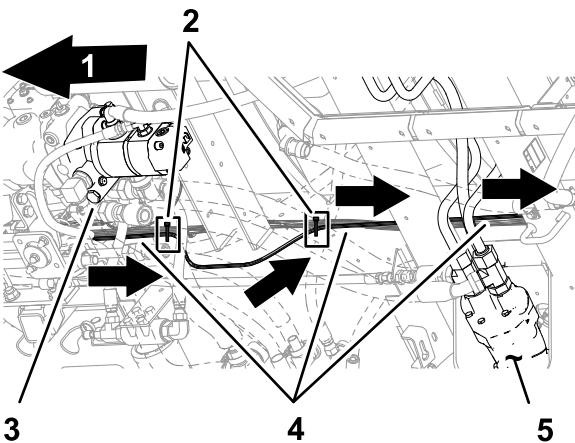

Figura 42
3. Continuate a disporre le diramazioni e il cavo del cablaggio preassemblato indietro, lungo il cablaggio preassemblato posteriore della macchina, come illustrato nella Figura 42.
4. Fissate il cablaggio preassemblato del kit al cablaggio preassemblato posteriore della macchina con 2 fascette per cavi, come illustrato nella Figura 42.